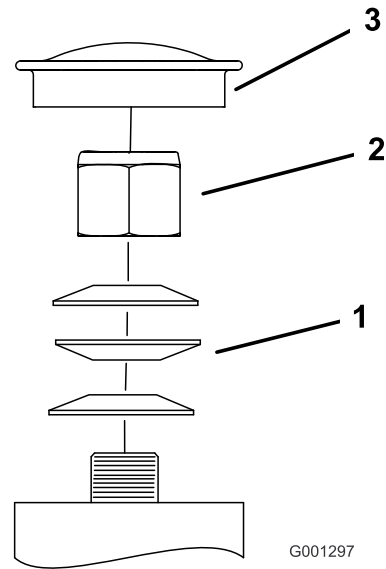

Figura 62
3. Retire el tapón guardapolvo de la rueda giratoria y apriete la contratuerca (Figura 62).
4. Apriete la contratuerca hasta que las arandelas de muelle estén planas, luego afloje 1/4 de vuelta para establecer la pre-carga correcta de los cojinetes ().Figura 62
Importante: Asegúrese de que las arandelas de muelle están correctamente instaladas, según se muestra en Figura 62.
5. Coloque el tapón guardapolvo (Figura 62).